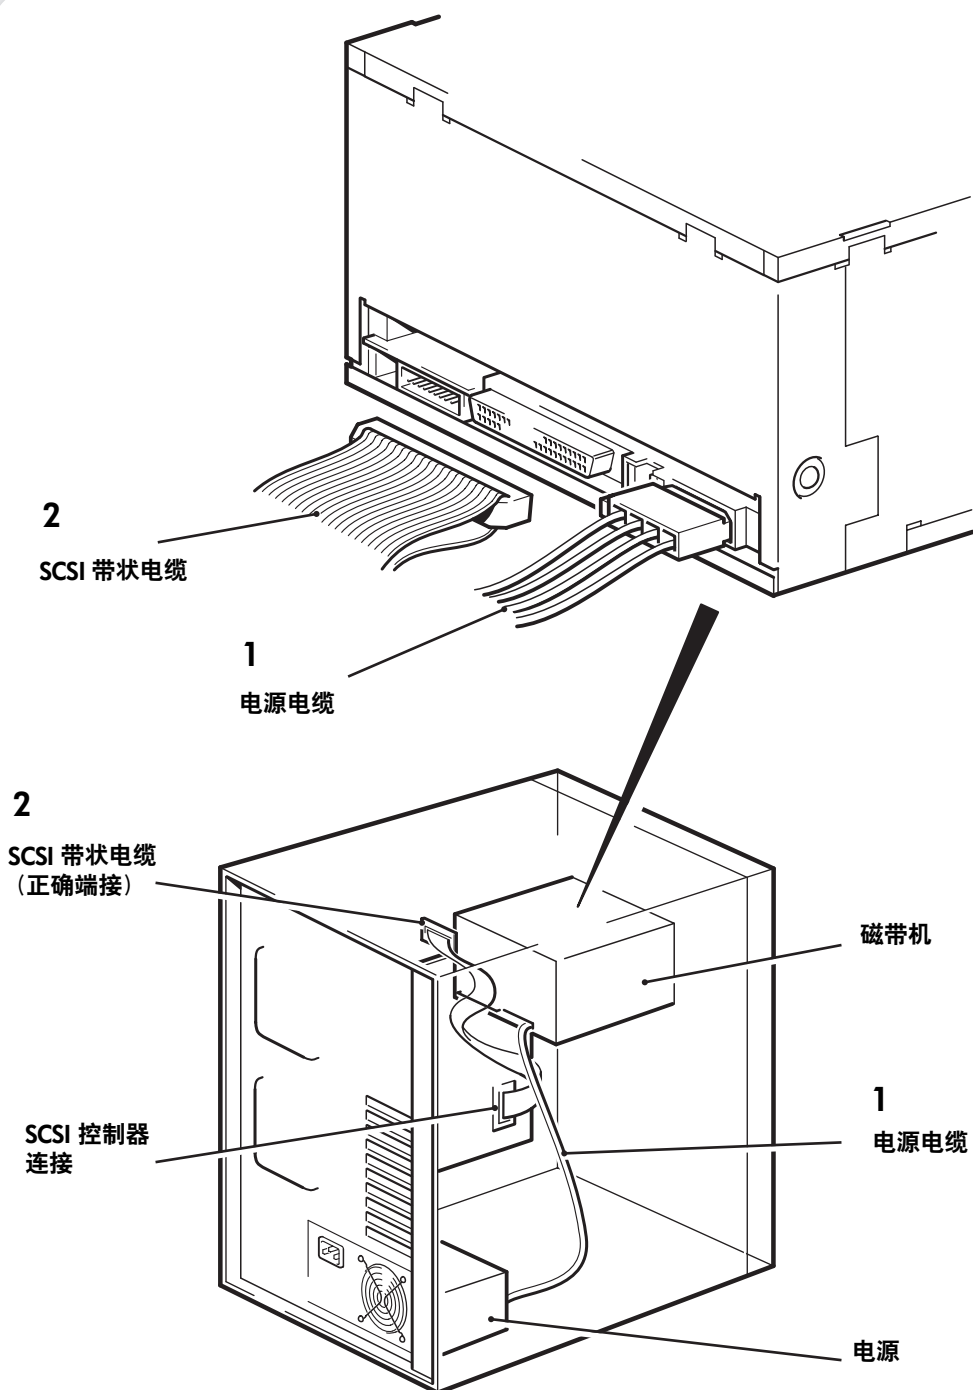

图 7：连接电源和 SCSI 电缆
- 1 如图 7 第 1 项所示，用一条备用电源电缆将服务器的内置电源和电源接口相连。
- 2 如图 7 中第 2 项所示，将服务器上的备用接口或 HBA 的 SCSI 带状电缆连接到磁带机上的 SCSI 接口。
因此，如果 HBA 是该总线上的第一个设备，应检查第二个端子是否放置在最后一个设备后面，如图 7 中的第 2 项所示。